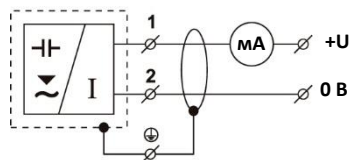
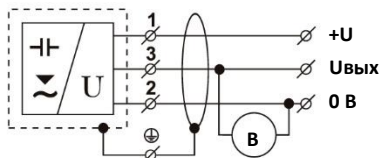

Рис. 6: Схема подключения уровнемера с токовым выходом
Рис. 8: Схема подключения уровнемера с выходом напряжения
4. Присоедините кабель к винтовым клеммам коннектора в случае токового выхода согласно схеме, приведенной на рис. 6 (или в случае выхода напряжения согласно схеме, приведенной на рис. 8). Клеммы крепко затяните.